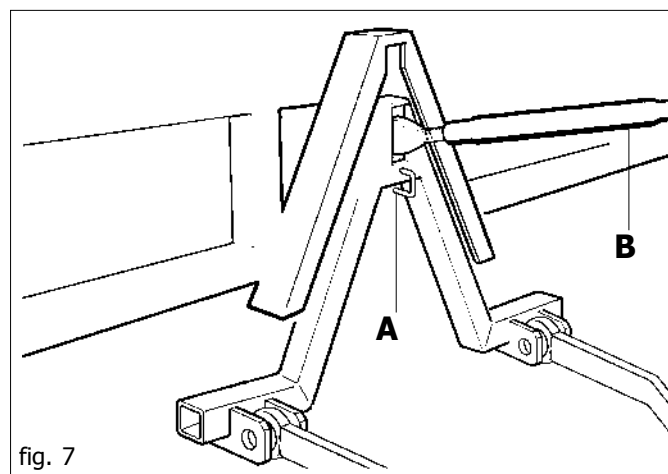

fig. 7
Betätigung des Hubwerks das Anschlußdreieck auf die vertikale Linie des Kopplungsdreiecks der Sämaschine setzen (Abb. 7).
- 5) Das Schnellkuppeldreieck anheben, bis es einwandfrei in den Schienen des Gerätedreiecks sitzt und der Federbolzen eingerastet ist (**A**, Abb. 7).
- 7) Das Hubwerk wieder absenken und die so miteinander verbundenen Maschinen in Arbeitsposition bringen. Dabei ist darauf zu achten, daß sämtliche Organe zur Aussaat über einen Schwingungsradius frei von Behinderungen verfügen; dies gilt auch für die Antriebsräder und die Egge. Kontrollieren, daß die Ausrüstung sich in der korrekten Stellung befindet, senkrecht zum Boden liegt und eventuell auf den dritten Punkt der Landwirtschaftsmaschine einwirken (**B** Abb. 7).